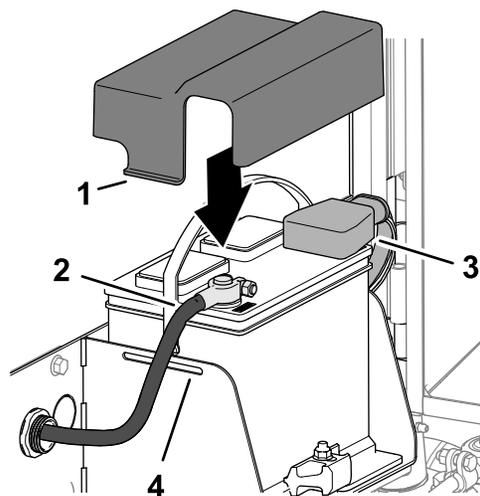

Figura 128
1. Conecte el cable positivo (rojo) al borne positivo (+) de la batería (Figura 128).